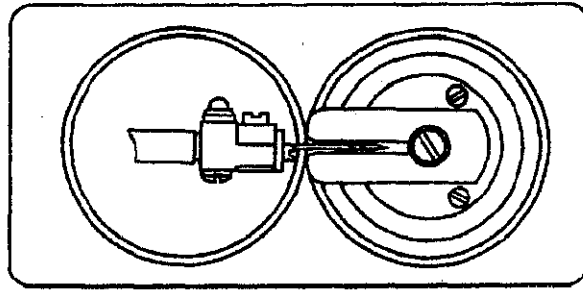

图 4-6 Fig.4-6
(2) Для диска, прижимающего материал (круглого пресса), с пластиной игольного пресса прямая игла должна быть отцентрирована в прорези игольного стержня. См.рис.4-6.